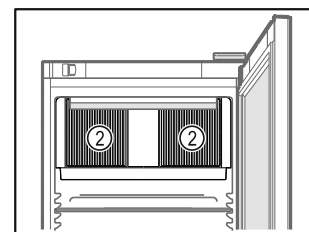

Fig. 72
- Pidä sisätilassa olevan kiertoilmapuhaltimen tuuletusraot Fig. 72 (2) vapaina.